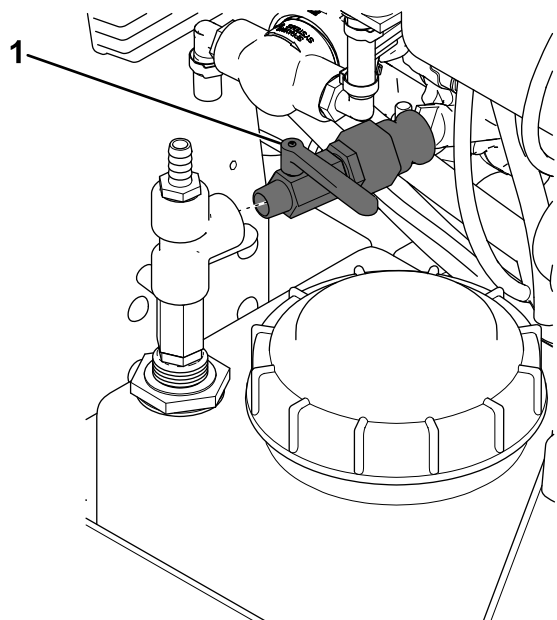

Figura 9
4. Aplique fijador de roscas al extremo de la válvula del depósito auxiliar y sujétela a la válvula de la bomba (Figura 9).